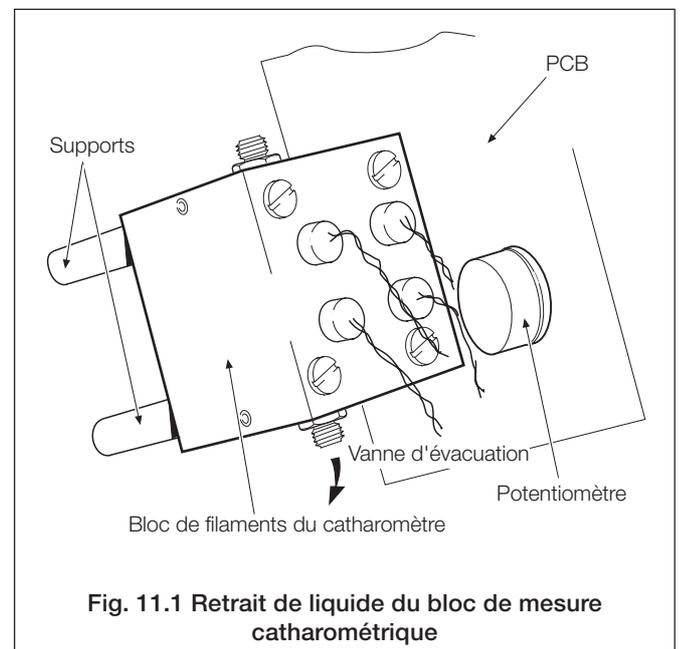

Fig. 11.1 Retrait de liquide du bloc de mesure catharométrique
11.4.1 Retrait de liquide du bloc de mesure catharométrique – Fig. 11.1
- f) Retirez le bloc de filaments du catharomètre du boîtier, puis inclinez-le à 45° par rapport à l'horizontale. Cela permet de vider entièrement le bloc de mesure de son liquide - voir Fig. 11.1.